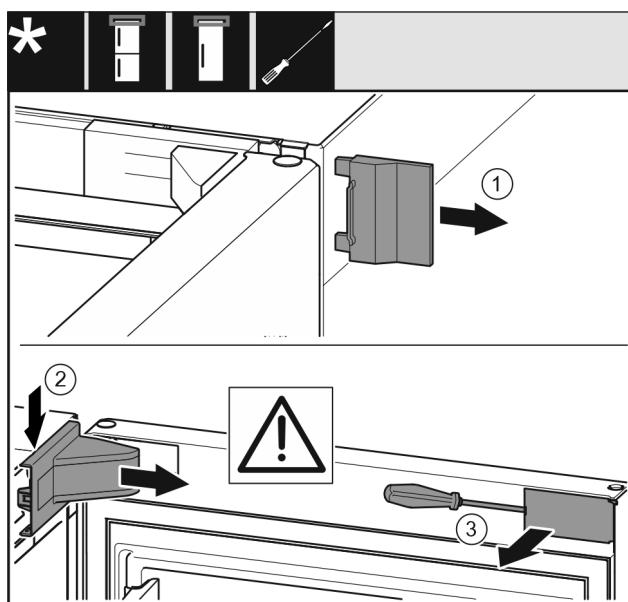

Fig. 8
► Skinite vanjski poklopac Fig. 8 (1).
► Podignite i skinite pokrov podloška ležaja Fig. 8 (2).
- ▶ Odvijačem s ravnom glavom odvojite masku Fig. 8 (3) i zakrenite je na stranu.